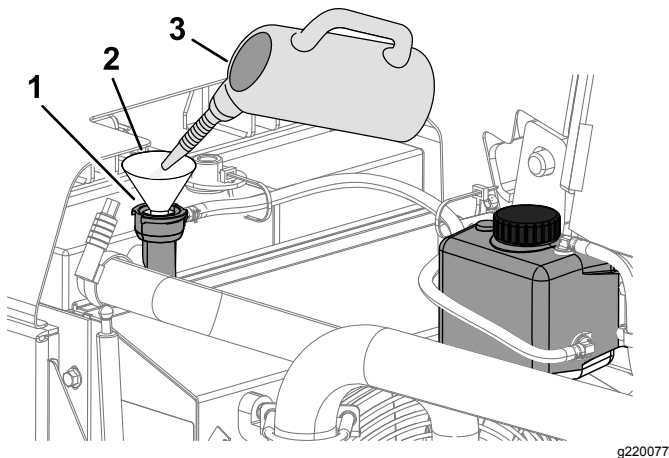

Figura 109
3. Llene el radiador de refrigerante hasta que el nivel de fluido llegue a la parte inferior del cuello de llenado (Figura 109).